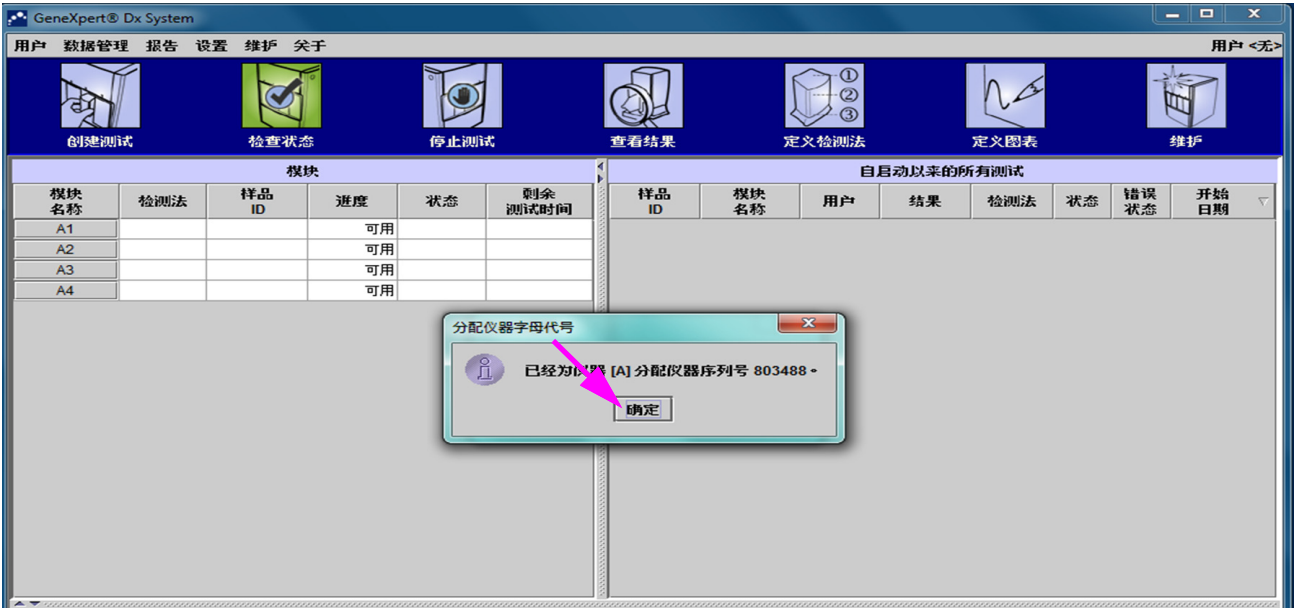

图 2-51. GeneXpert Dx System 窗口
安装后首次启动软件时，会出现“分配仪器字母代号”确认对话框（参见图 2-51）。
- 此时出现“GeneXpert Dx System”窗口。参见图 2-51。